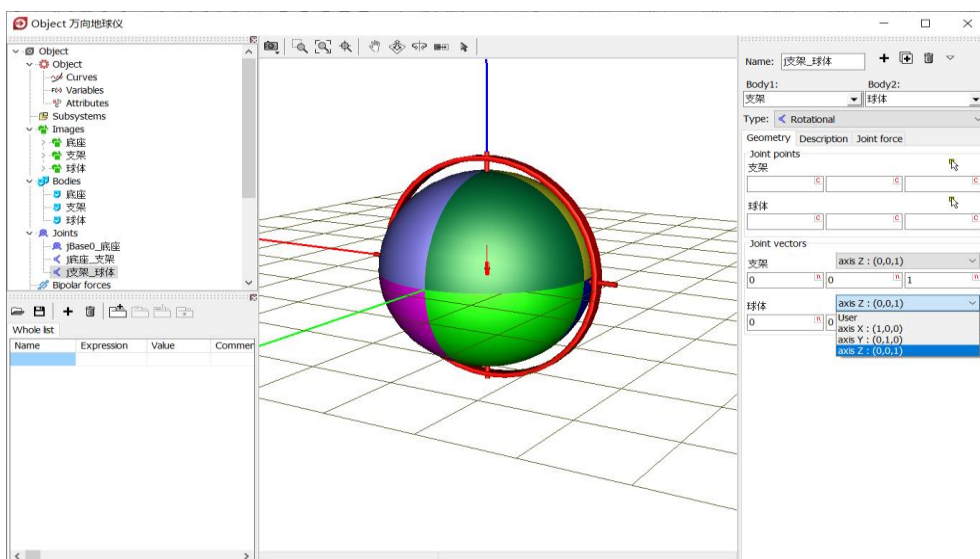

图 2-35
- 9) 在 **Joint Vector** 处对支架和球体都选择 **Z** 轴，表示物体 2 球体相对物体 1 支架具有一个转动自由度，铰点位于支架的**原点**，转动轴是支架的 **Z** 轴，并且球体的原点与支架的原点重合，支架的 **Z** 轴与底座的 **Z** 轴平行（重合），如图 2-35。